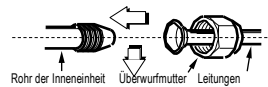

Fig.16
- Ziehen Sie die Überwurfmutter per Hand ausreichend an und ziehen Sie dann mit einem Schraubenschlüssel und einem Drehmomentschlüssel fest, wie es in Abb. 16 & 17 gezeigt ist.